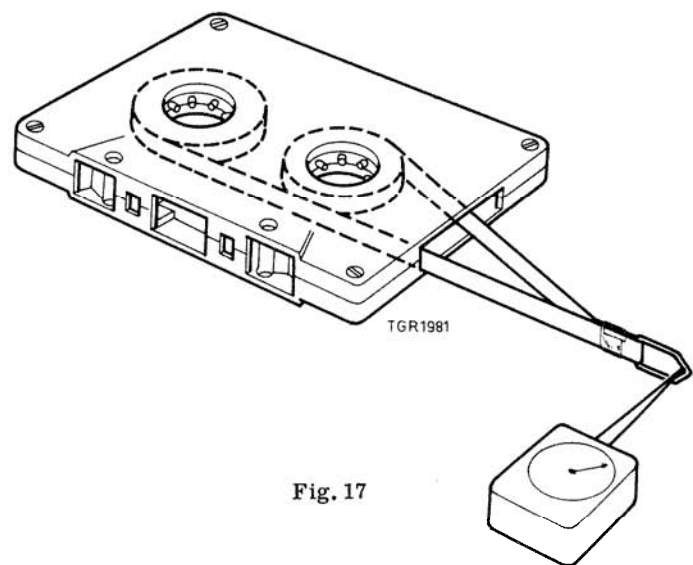

Fig. 17
- Wanneer er geen meetcassette voorhanden is kan de rechter opspoelfrictie ook als volgt gemeten worden. Verwijder het grootste gedeelte van de band in een cassette (op ± 1 mm na). En leg de band vervolgens in de cassette zoals fig. 17 aangeeft. Maak van de cassette een zijkant open met een mesje en een vijl, zodat de band opzij eruit genomen kan worden. Zorg dat bij de haspel aan de opening alleen aanloopband is gewikkeld. Maak in deze aanloopband die opzij uit de cassette genomen wordt, een lus, waarin een weerdrukmetr gehaakt kan worden.